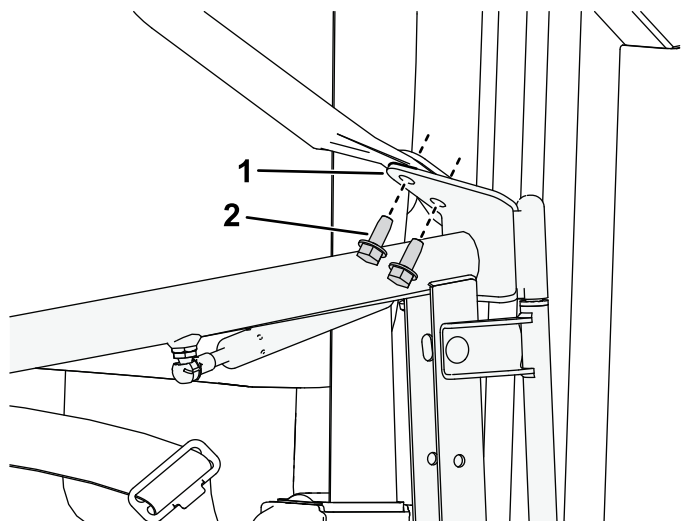

Figura 9
3. Fije provisionalmente la bisagra superior del conjunto de puerta en el soporte de la barra de seguridad de hombros con los tornillos retirados en el paso 5 (Figura 9).